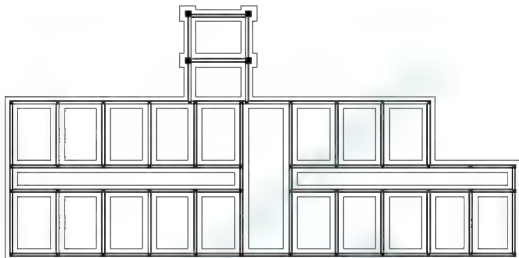

图 5.19 基础平面图
① 在选择多段线或 [多条 (M)]: 提示下, 输入 “M” 后按 Enter 键, 表示一次要编辑多条多段线。
② 在选择对象: 提示下, 输入 “ALL” 后按 Enter 键, 结果屏幕上所有基础墙变虚。
③ 在选择对象: 提示下, 按 Enter 键进入下一步命令。
④ 在是否将直线和圆弧转换为多段线? [是 (Y)/ 否 (N)]? <Y>: 提示下, 按 Enter 键执行尖括号内的默认值 “Y” (Yes), 表示要将所有选中的对象转化为多段线。
⑤ 在输入选项 [闭合 (C)/ 合并 (J)/ 宽度 (W)/ 编辑顶点 (E)/ 拟合 (F)/ 样条曲线 (S)/ 非曲线化 (D)/ 线型生成 (L)/ 放弃 (U)]: 提示下, 输入 “J” 后按 Enter 键, 表示要执行【合并】子命令。这样, AutoCAD 将第②步全选的基础墙中所有首尾相连的对象连接在一起。
⑥ 在输入模糊距离或 [合并类型 (J)] <0.0000>: 提示下, 按 Enter 键, 表示执行尖括号内默认的模糊距离 “0.0000”。
⑦ 在输入选项, [打开 (O)/ 合并 (J)/ 宽度 (W)/ 编辑顶点 (E)/ 拟合 (F)/ 样条曲线 (S)/ 非曲线化 (D)/ 线型生成 (L)/ 放弃 (U)]: 提示下, 输入 “W” 后按 Enter 键, 表示要改变线的宽度。
⑧ 在指定所有线段的新宽度: 提示下, 输入 “50”, 表示将线的宽度由 “0” 改为 “50”, 结果如图 5.19 所示。